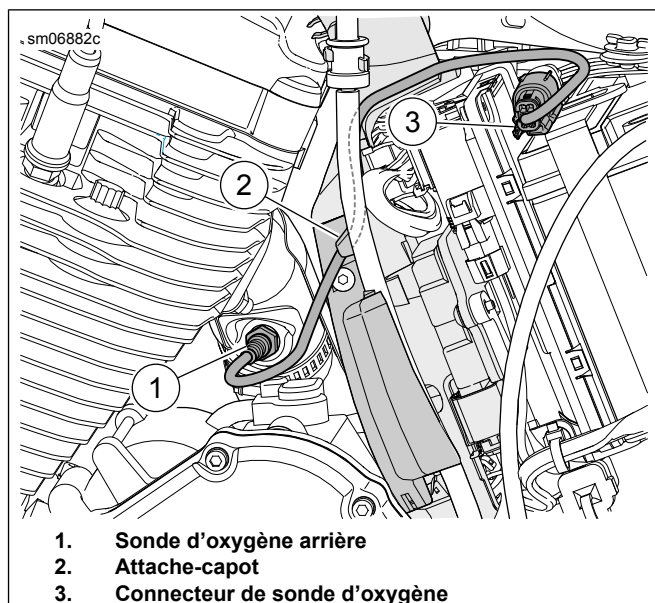

Figure 46. Sonde d'oxygène arrière
Consultez Figure 46 . Débranchez le connecteur de la sonde d'oxygène chauffante arrière (3) du faisceau principal.